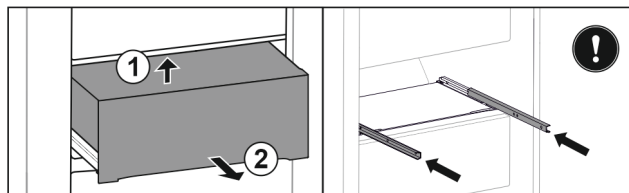

Fig. 54
- ▶ Nadzvedněte zásuvku ze zdola vzadu. Fig. 54 (1)
- ▶ Vyjměte zásuvku dopředu. Fig. 54 (2)